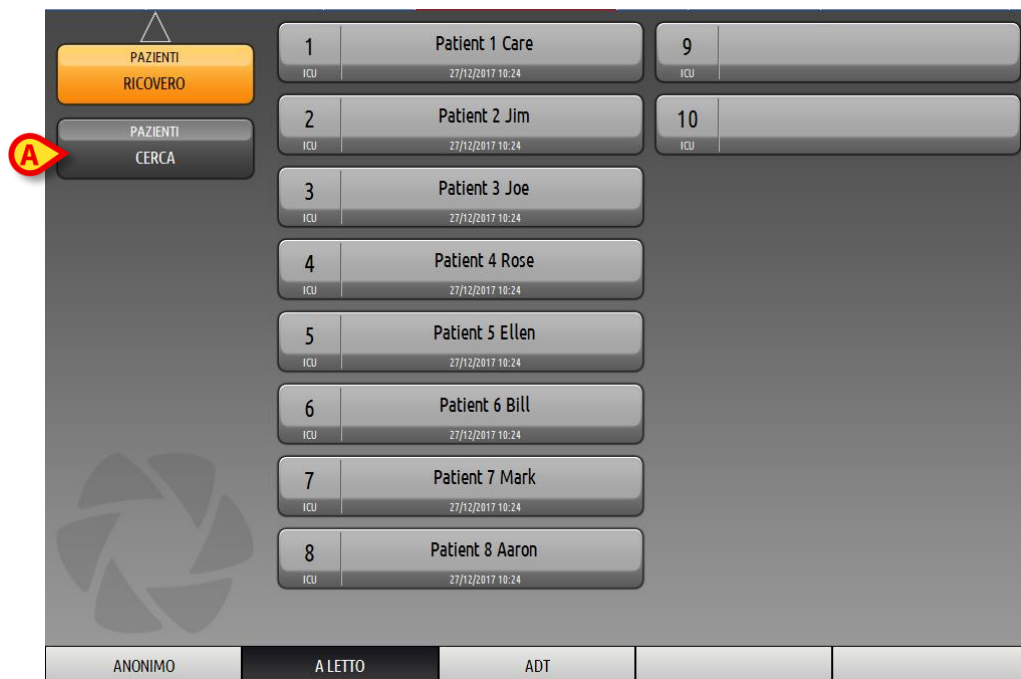

Fig 98
- Cliccare il pulsante  indicato in Fig 98 **A**